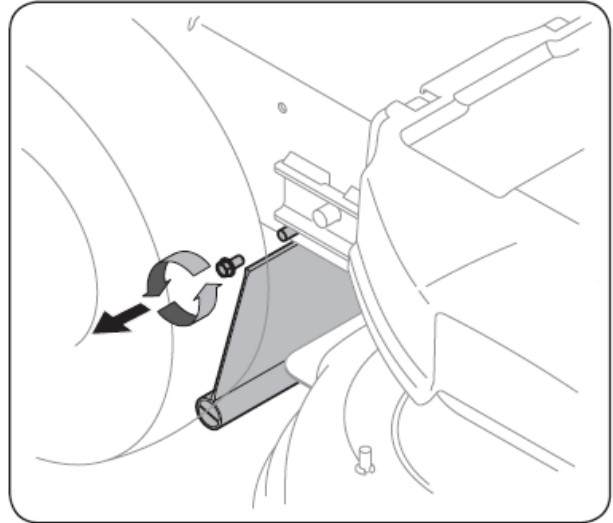

Figure 7-7
1. Retirez la vis qui fixe solidement la flasque de sillage au côté droit de la tondeuse. Consultez la Fig. 7-7.